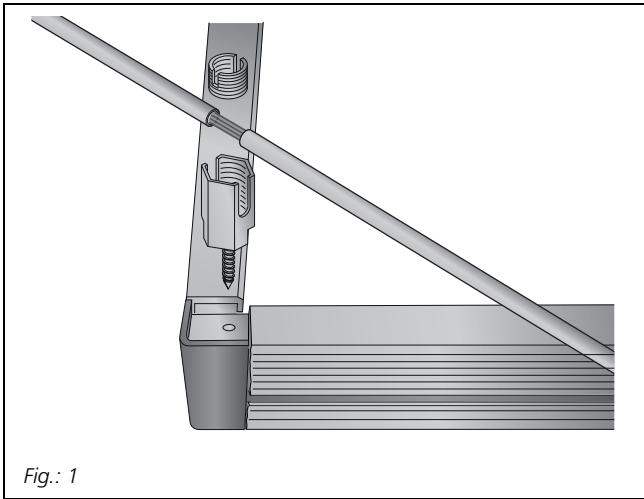

Fig.: 1
- Per la messa a terra dei moduli utilizzare il foro presente nell'angolare di collegamento dell'intelaiatura (vedere Fig. 1).